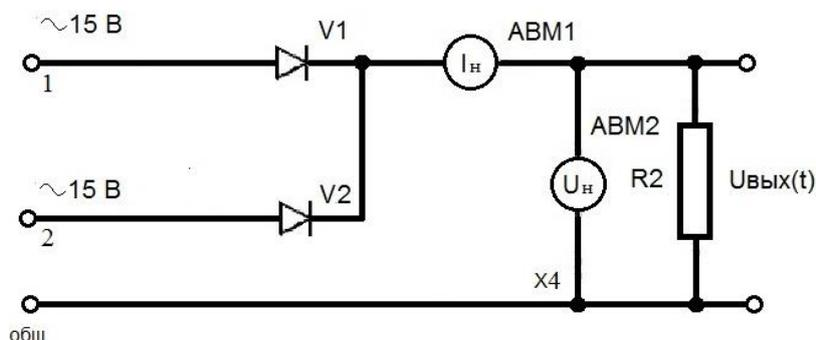

Рис. 2.39. Схема двухполупериодного выпрямителя с нулевым выводом
8. Установить на лабораторном стенде плату № 8 и собрать схему по рис. 2.39 с помощью съемных элементов: V1, V2 (диоды КД103А), R2 = 300 Ом.